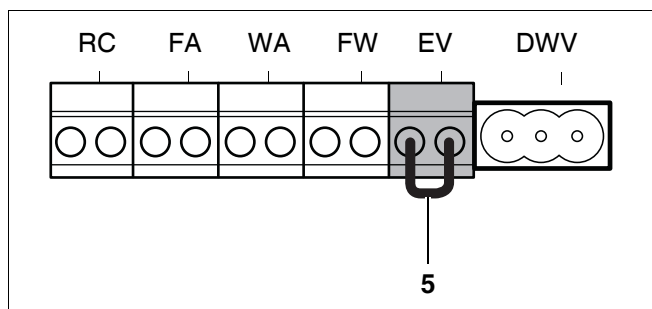

Fig. 36 Klemrække – ekstern omskiftekontakt potentialfri for f. eks. gulvvarme (tilslutningsfarve rød)
- Fjern krydstråden på klemmen EV (fig. 36, pos. 5).
- Tilslut den eksterne omskiftekontakt til det røde stik EV (fig. 36, pos. 5).